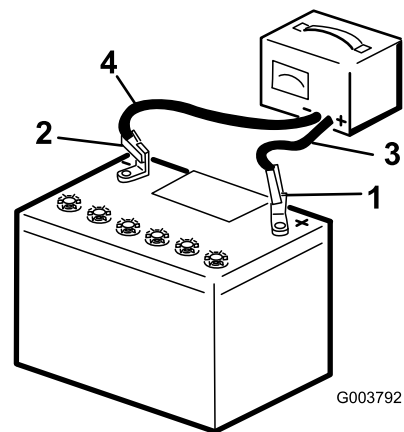

図 44
2. 25-30アンペアで10-15分、または4-6アンペアで30分、バッテリーを充電する 図 44。充電しすぎないように注意すること。
3. 充電が終わったら、チャージャのプラグをコンセントから抜いてから、チャージャのリード線をバッテリー端子から外す 図 44。